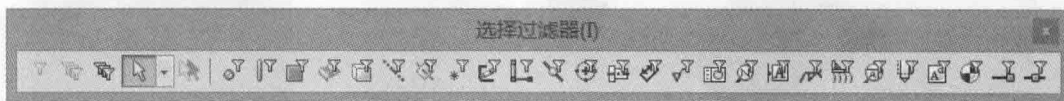

图 1-15 “选择过滤器”工具栏
- **选择过滤器:** 使用“选择过滤器”可以选择模型中的特定项, 如使用“过滤边线”模式时, 将只能选取边线。可右键单击工具栏空白处, 选择“选择过滤器”菜单, 打开“选择过滤器”工具栏, 如图 1-15 所示, 也可按〈F5〉键将其打开。